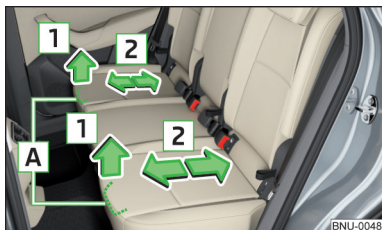

Abb. 87
- › Den Hebel **A** in Pfeilrichtung **1** ziehen und den Sitz in die gewünschte Position in Pfeilrichtung **2** verschieben » Abb. 87. Nach dem Loslassen des Bedienungshebels muss die Verriegelung hörbar einrasten.
- › Den Sitz bis zum Anschlag nach hinten verschieben » Abb. 87 auf Seite 90.